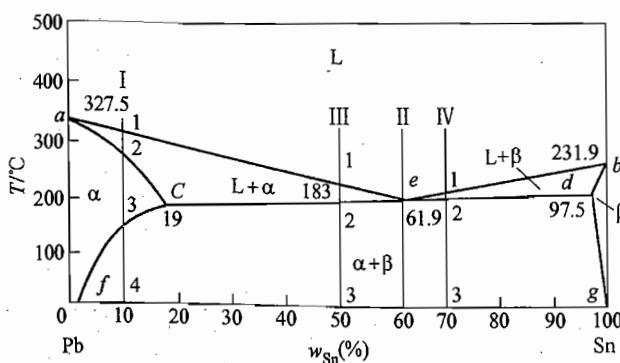

图 14-1 第四题第6小题图
6. 画出图14-1所示铅锡相图中含Sn10%的铅锡合金的冷却曲线并分析结晶过程；计算室温时 $\alpha$ 相和 $\beta_{II}$ 相的含量。(15分)